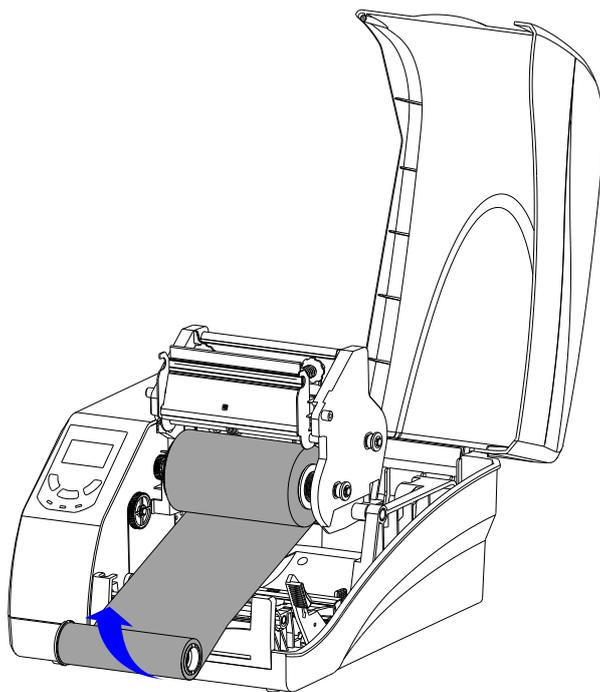

图 2-8 固定碳带至空卷芯
5. 将碳带带头拉出，并按照图 2-8 中箭头所示方向缠绕在装好碳带适配管的空卷芯上（附着油墨的一面始终朝下），此步骤重复多次，直至碳带固定在空卷芯上。